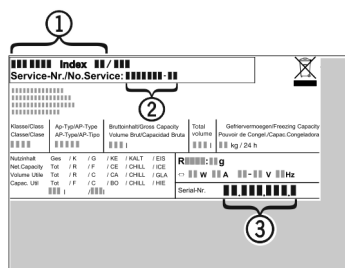

Fig. 8
- ▶ Gerätebezeichnung *Fig. 8 (1)*, Service-Nr. *Fig. 8 (2)* und Serial-Nr. *Fig. 8 (3)* vom Typenschild ablesen. Das Typenschild befindet sich an der linken Geräteinnenseite.
- ▶ Den Kundendienst benachrichtigen und den Fehler, Gerätebezeichnung *Fig. 8 (1)*, Service-Nr. *Fig. 8 (2)* und Serial-Nr. *Fig. 8 (3)* mitteilen.